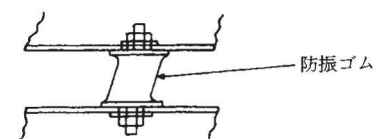

図 9
- 3) 防振ゴムを使用する場合は、上下の穴位置を正しく合わせて取付けて下さい。穴位置がずれたまま取付けると図 9 のように変形し故障の原因となります。